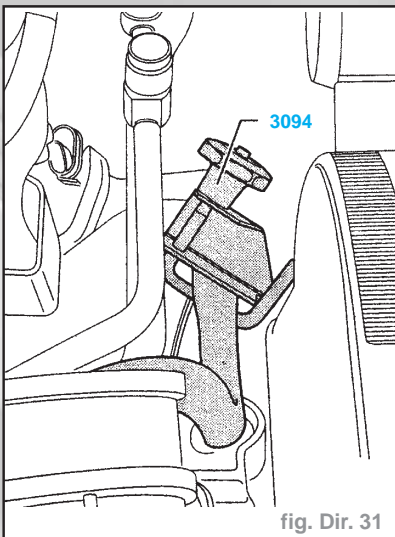

fig. Dir. 31
- Étrangler la conduite de retour à l'aide de la pince pour flexible **3094** (fig. Dir. 31).
- Etrangler le flexible de retour avec les pinces pour flexibles 3094 (fig. Dir. 31).